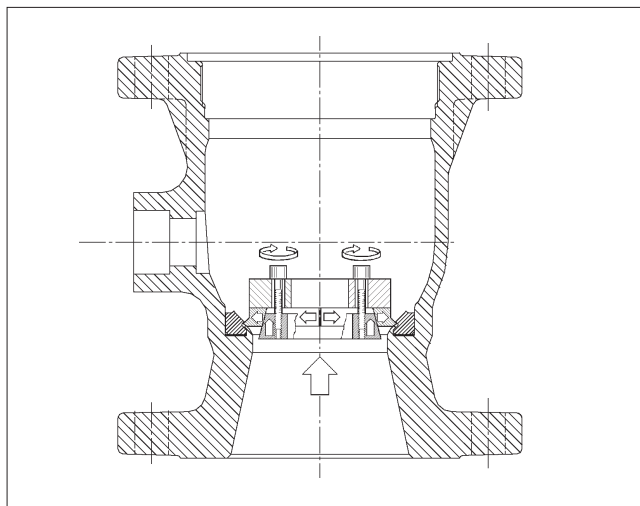

Fig. 23 Extraction du siège verrouillé
- Dévisser l'insert (2) à l'aide de l'outil spécial (cf. Chapitre 8 "Outillage nécessaire").
- Enlever les joints (65, 135), le siège (7) et la sphère (3). La vanne doit être en position fermée au cours de cette opération.
- Enlever la clavette (10).
- Retirer les écrous du presse-étoupe (18). Enlever les sets de disques-ressorts (150), un goujon (14), les fers de retenue (42) et les garnitures de presse-étoupe (69).
- Retirer la goupille (50), puis le pignon d'entraînement.
- Extraire l'axe (5) en le tirant vers l'extérieur. Les paliers (70) seront pris avec et sur l'axe.
- Extraire le siège verrouillé (7) à l'aide de l'extracteur (cf. figure 23). Voir également Chapitre 8 "Outillage nécessaire".
- Vérifier l'état de l'axe (5) et des paliers de butée (70).
- Vérifier l'état de la sphère (3) et des sièges (7, 25).